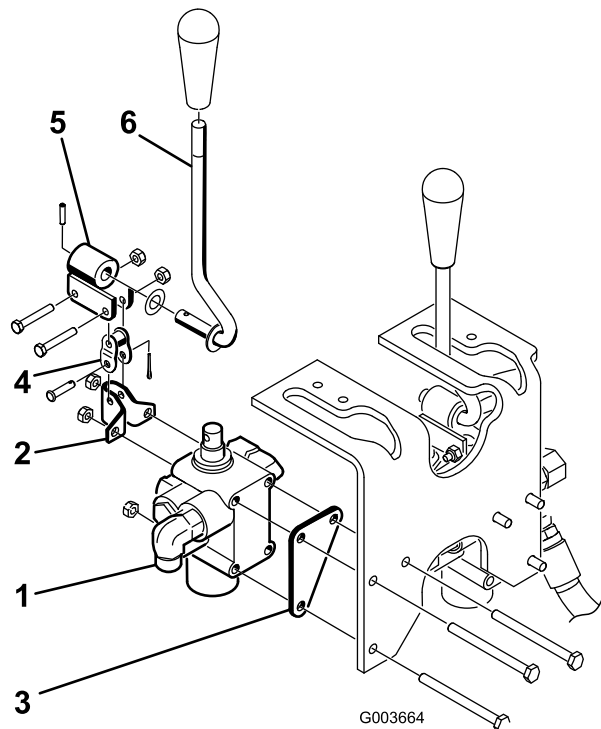

Bild 5
2. Befestigen Sie das Ventil, die Schwenkhalterung und die Ventilplatte mit 3 Schrauben (1/4 x 3 Zoll) und 3 Sicherungsmuttern am Rahmen (Bild 5). Positionieren Sie die Ventilplatte beim Montieren
3. Montieren Sie den Drehhebel mit zwei Schrauben (Nr. 10 x 1-1/4 Zoll) und 2 Sicherungsmuttern (Bild 5) lose an der Ventilschule und am Kröpfglied. Ziehen Sie sie noch nicht fest.